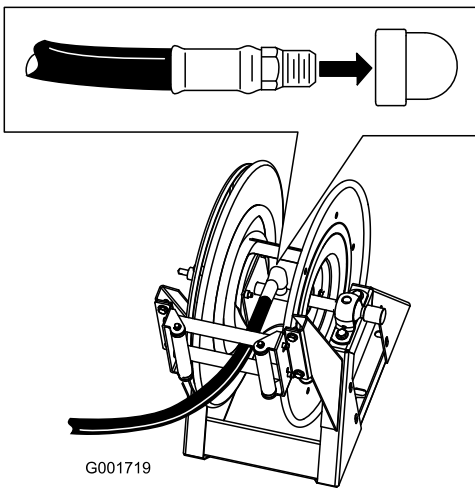

Figura 17
1. Avvolgete del nastro di Teflon attorno ai filetti del raccordo sul flessibile lungo, e montate il raccordo nel tubo di connessione sull'avvolgitubo (Figura 17).